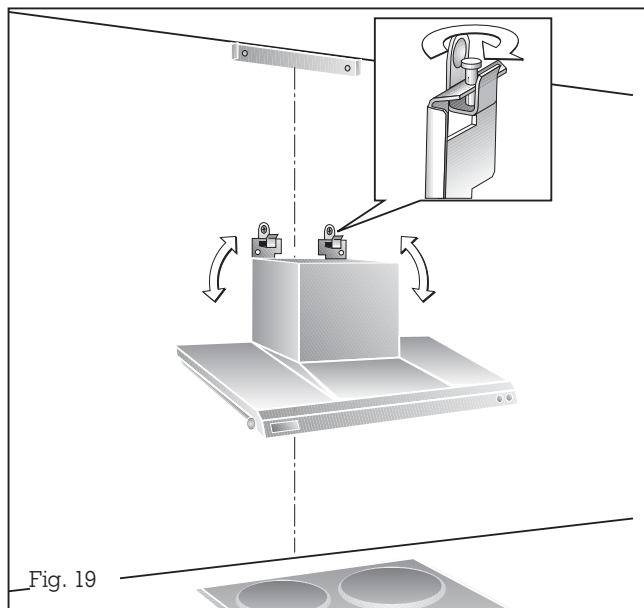

Fig. 19
- Häng upp spiskåpan i de båda krokarna. Justera upphängningen med krysspårskruvarna och rikta spiskåpan med hjälp av ett vattenpass (fig. 19).